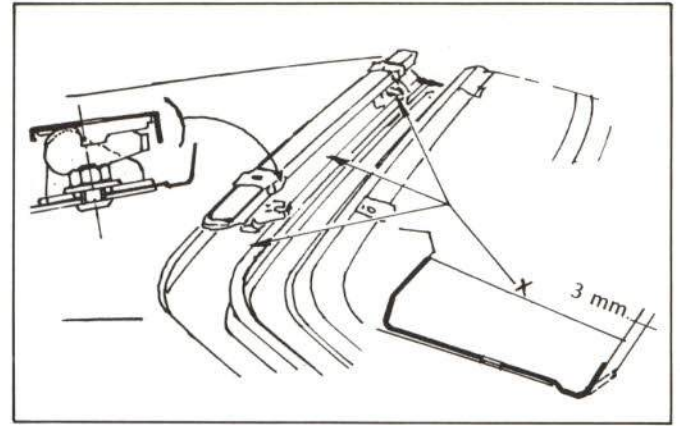

Figura 51.—Modificación del ángulo del borde del vierteaguas.
- Modificar el ángulo de inclinación del borde del vierteaguas superior en 3 ó 4 milímetros en relación a la cota inicial "x" (véase figura 51).